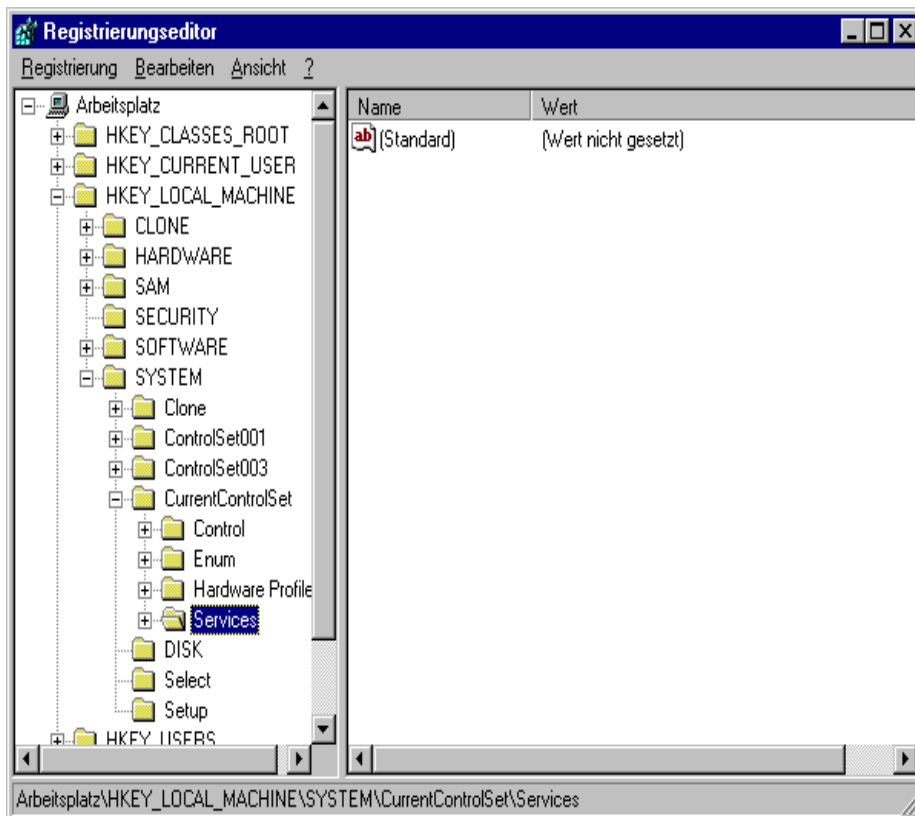

Bild 47: Windows NT Registrierungs-Editor
- Als nächstes wird der Treiber in die *Registry-Table* eingetragen: Benutzen Sie dazu das Programm REGEDIT im WINDOWSNT - Verzeichnis. Durchlaufen Sie den Registrierungsschlüsselbaum bis zu der Eintragsgruppe *Services* (siehe *Bild 47*).